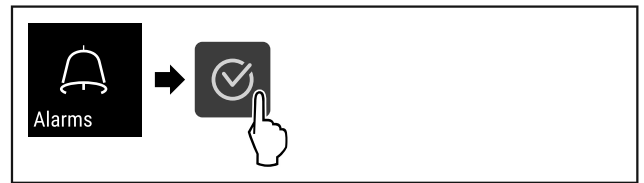

Fig. 103
- ▶ Atlikite veiksmus (žr. Fig. 103) .